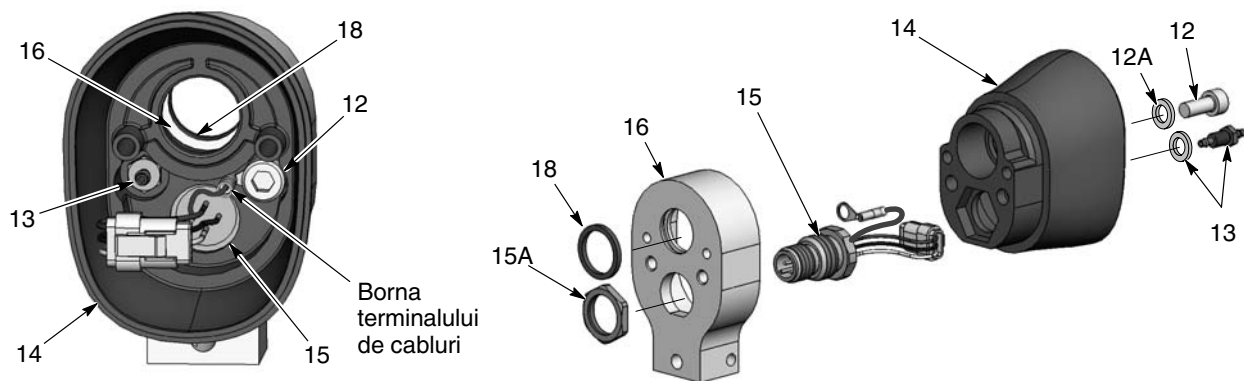

Figura 24 Dezasamblarea pistolului montat pe bară 3 din 3
8. Vezi Figura 24. Pentru a dezambla ansamblul corpului posterior, scoateți șurubul (12), șaiba de blocare (12A) și racordul striat (13) de la interiorul corpului posterior al pistolului (14). Sunt necesare o cheie hexagonală de 3 mm și o cheie tubulară adâncă de 1/4 in.
9. Desfaceți piulița (15A) de la priză (15), trageți adaptorul de pe corpul pistolului spate și introduceți fasciculul de cabluri al prizei prin corp.
10. Examinați inelul Quad (18) în adaptor (16) și înlocuiți-l dacă este deteriorat.